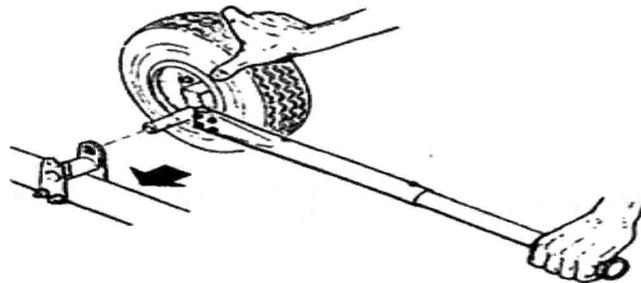

图 1.2 安装地面搬运轮 A
(1) 松开把手锁销，向外滑动伸长把手，直到锁销滑入最外的孔。握住把手和机轮，将心轴置于机轮最底部并插入橇管上的支撑架（见图 1.2）。